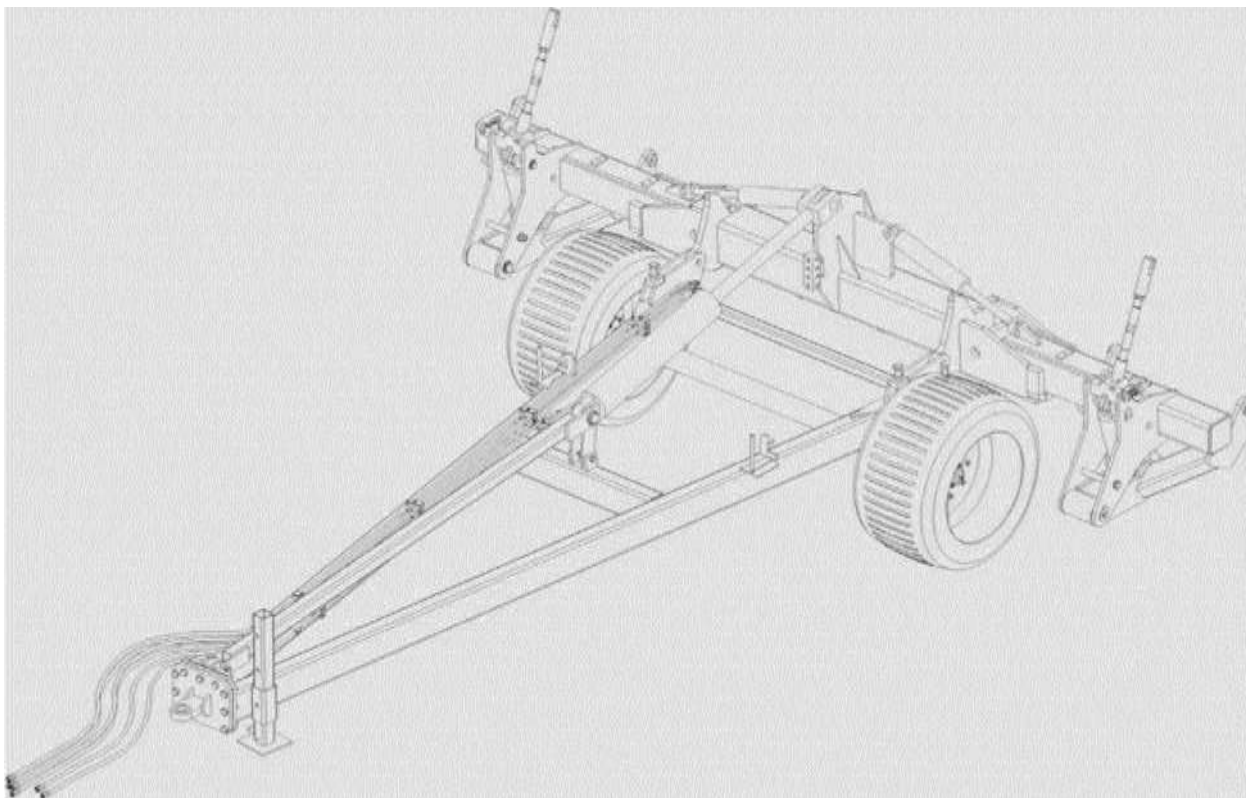

Рисунок 2 - Разложенное рабочее положение СН
- разложенное рабочее положение (рис. 2);